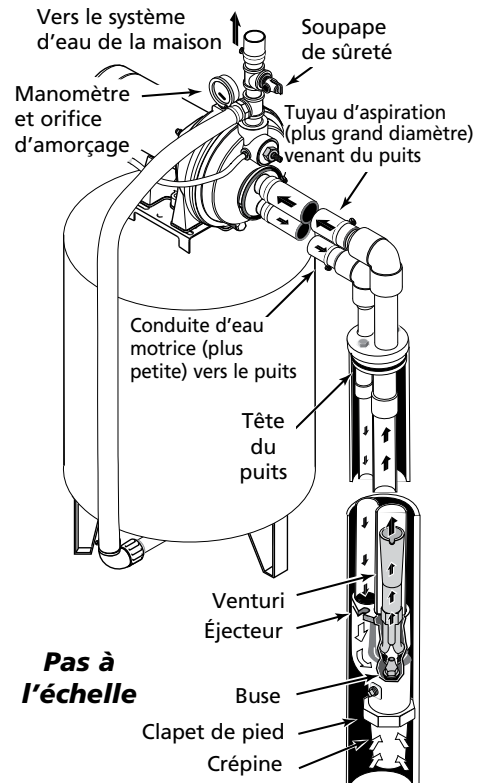

Figure 8 – Puits profond de 4 pouces et de plus grand diamètre
## Installation sur un nouveau puits profond, Puits de 4 pouces de diamètre ou plus grand (Figure 8)
1. Poser un ensemble d'éjecteur Berkeley modèle BK4800 (vendu séparément). Voir la Figure 8. Suivre les instructions fournies avec le nécessaire de façon à assortir la buse et le venturi en fonction des conditions du puits.